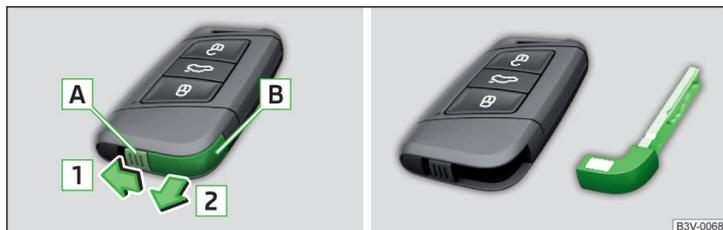

Abb. 337 Notschlüssel herausnehmen
- › Die Rastnase **A** in Pfeilrichtung **1** entriegeln und den Notschlüssel **B** in Pfeilrichtung **2** herausnehmen » Abb. 337.